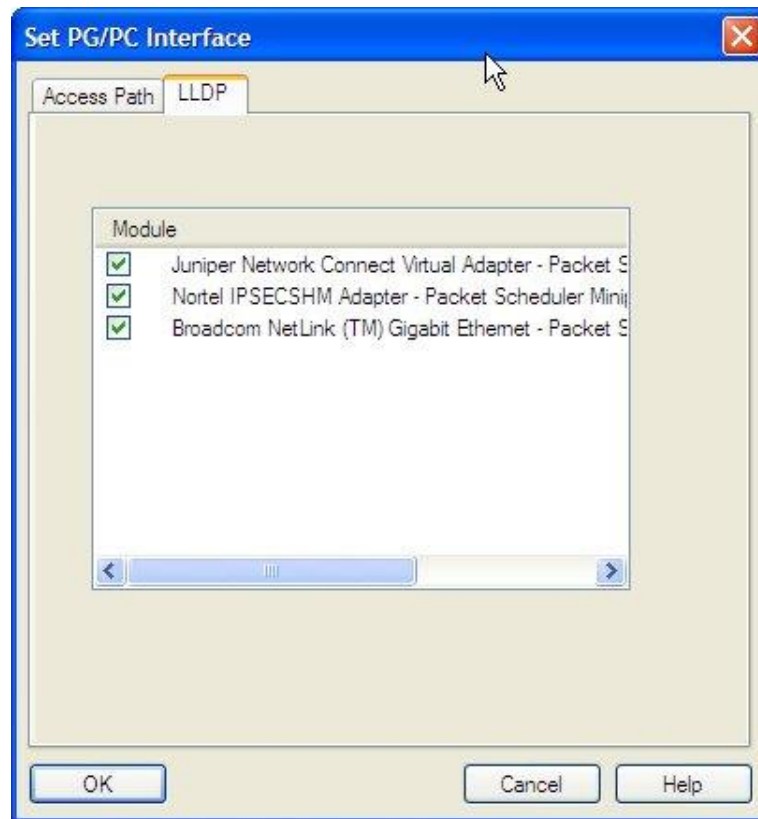

图 2 LLDP 设置
- (2) 在“ PG/PC 接口设置”窗口的任务栏选中“ LLDP”以确认当前 PC 的网卡是否勾选，如未勾选的话请勾选，以保证 PC 机的网卡激活且能被使用，如图 2 所示。